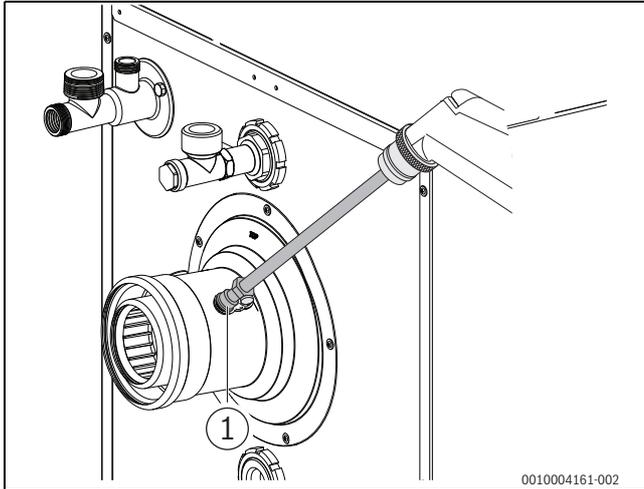

Bild 52 Messwerte aufnehmen
- Messfühler durch die Messöffnung (→ Bild 52, Seite 30) im Abgasrohr in den Kernstrom halten und CO₂ / O₂-Gehalt kontrollieren.
- ▶ Messfühler durch die Messöffnung (→ Bild 52, Seite 30) im Abgasrohr in den Kernstrom halten und CO₂- / O₂-Gehalt kontrollieren.